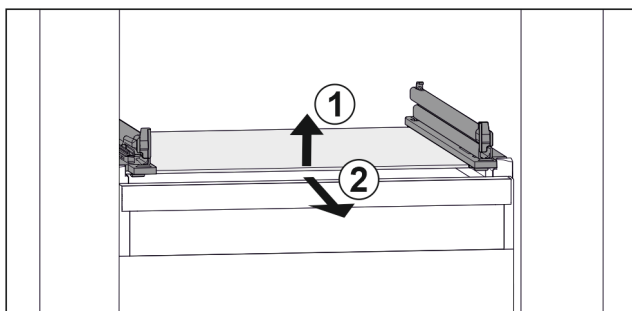

Fig. 106 Simbolična slika staklene plošče
- ▶ Stakleno ploščo dvignite v smeri naprej. Fig. 106 (1)
- ▶ Stakleno ploščo odstranite v smeri naprej. Fig. 106 (2)